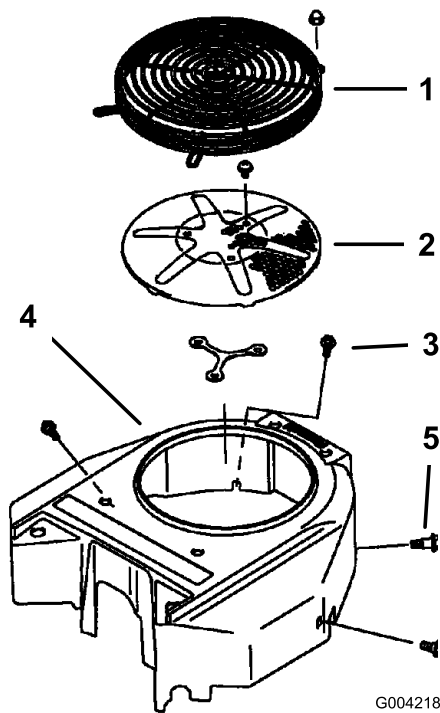

Figura 60
3. Togliete la griglia della presa d'aria e la sede della ventola (Figura 60).
5. Installate la griglia della presa d'aria, l'avviatore autoavvolgente e la sede della ventola (Figura 60).